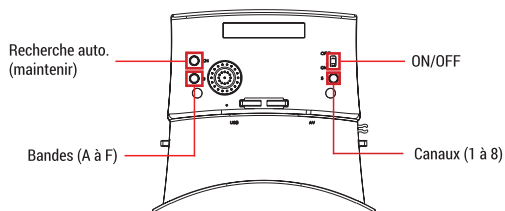

Figure 4: Casque FPV
- 7. Casque FPV (optionnel):** Une fois que le drone et la radiocommande sont allumés et connectés, veuillez allumer le casque FPV en faisant coulisser le bouton ON/OFF (Figure 4). Une fois allumé, veuillez appuyer pendant 3 secondes sur le bouton recherche automatique pour que le casque 5.8GHz recherche automatiquement la fréquence 5.8GHz sur laquelle la caméra du drone émet. Après quelques secondes de recherche, le casque affichera l'image perçue par la caméra en temps réel. Vous pouvez également choisir manuellement la bande/canal en utilisant les boutons Bandes et Canaux (Figure 4).